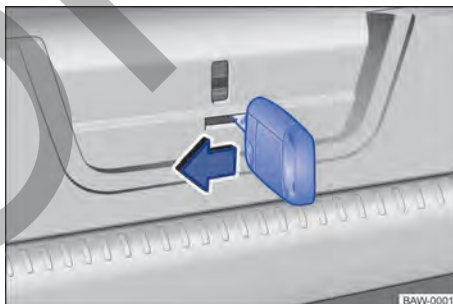

Fig. 59 En el maletero: desbloquear la tapa trasera.
- Introducir la paleta de la llave en la apertura del portón trasero → fig. 59 y mover la palanca de desbloqueo en la dirección de la flecha. <